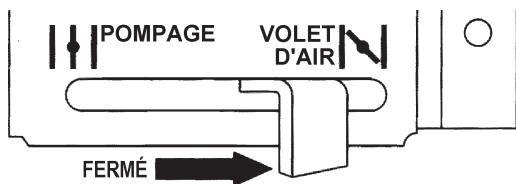

Figure 20. Enrichisseur (fermé)
2. Réglez l'*enrichisseur* (Figure 20) en position **RUN (OUVERT)** si vous démarrez un moteur **chaud** ou si la température est chaude.